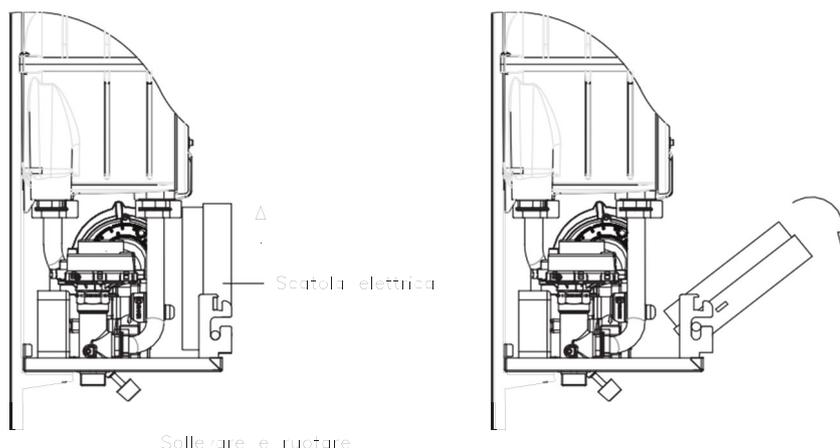

Fig.37
6.18 SOSTITUZIONE SCATOLA PANNELLO STRUMENTI (Fig. 37)
È possibile, per facilitare le operazioni di manutenzione sulla caldaia, sganciare la scatola del pannello strumenti come indicato nelle figure 37 e 38.